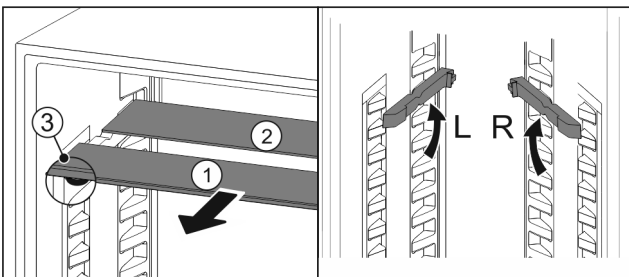

Fig. 54
- ▶ Tablare einzeln nach vorne herausziehen Fig. 54 (1).
- ▷ Tablar Fig. 54 (1) mit Zierleiste liegt vorne.
- ▷ Stopps Fig. 54 (3) zeigen nach unten.